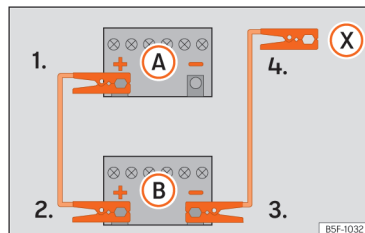

Fig. 154 Esquema de ligação para veículos sem sistema Start/Stop.
2. Ligue uma extremidade do cabo *vermelho* de emergência ao polo positivo (+) do veículo com a bateria descarregada (A).
3. Ligue a outra extremidade do cabo auxiliar de arranque *vermelho* ao polo positivo (+) do veículo que fornece a corrente (B).
4. Veículos sem sistema Start-Stop: ligue uma extremidade do cabo preto de emergência ao polo negativo (-) do veículo que fornece a corrente (B) »» Fig. 154.